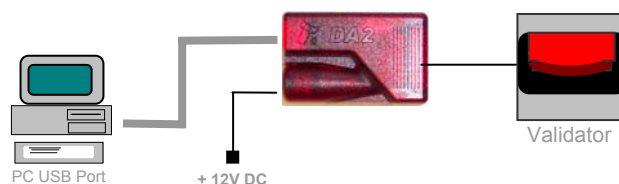

**Рисунок 20 – Подключение DA1 к NV9 и PC для перепрограммирования**
Если Вы используете операционную систему Windows 95/98/NT™, Pentium™ (© Microsoft and Intel), то подключите DA1 к NV9 так, как показано ниже (см. Рисунок 20), используя переходник с 16-ти на 5 выводов. Провод для подачи питания +12(V) на одном конце имеет Джек, 3.5(мм), а на другом два разъема: красный и черный. Подключите +12(V) к разъему красного цвета, а 0(V) к разъему черного цвета.